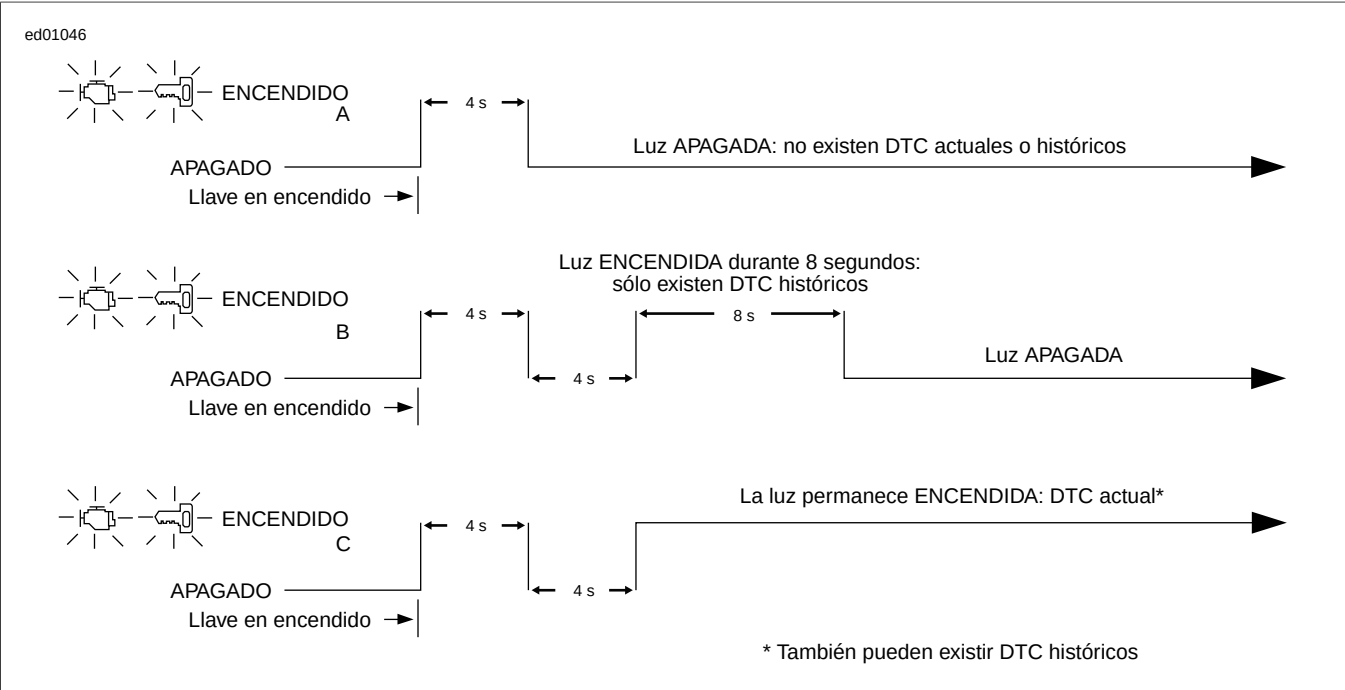

Figura 4-6. Operación de la luz de advertencia del motor
Vea Figura 4-6. La luz de advertencia del motor indica que el ECM ha determinado que existe una condición de falla. También pueden presentarse problemas de arranque o funcionamiento.
1. Vea Figura 4-6. Cuando la luz se apague luego de haber estado iluminada por los primeros cuatro segundos, hará lo siguiente:
Los códigos históricos se almacenan durante un período como ayuda para el diagnóstico de intermitencias. Vea Figura 4-6. La luz de advertencia del motor se volverá a iluminar durante ocho segundos solamente para indicar la existencia de códigos históricos.